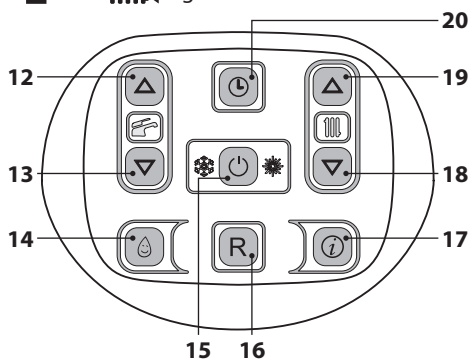

Figura 6.6
- Tenere premuto per 2 secondi il tasto 15 fino a far apparire sul display entrambe i simboli e . Figura 6.6.
- Spegner la caldaia tenendo premuto per 2 secondi il tasto 15 (Figura 6.6) fino a far apparire sul display LCD il simbolo - - - - (Figura 6.5).